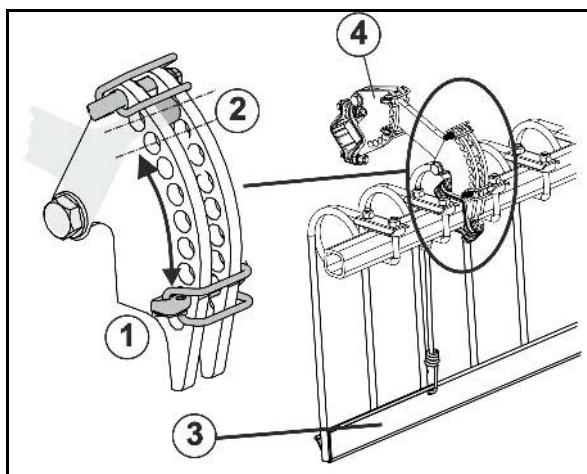

Рис. 36
- установите транспортную защитную накладку (Рис. 36/3)
- закрепите зубья при помощи фиксирующих пальцев (Рис. 36/1) в положении 2.